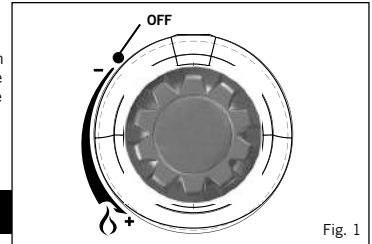

Fig. 1
- Vor dem Anschließen der Gaszufuhr prüfen Sie bitte zuerst, ob sich das Geräteventil in der Aus-Stellung befindet - drehen Sie den Kontrollregler vollständig im Uhrzeigersinn. (Siehe Abb. 1).
- Zum Anpassen an den Gasbehälter zuerst überprüfen, ob sich das Geräteventil in der Aus-Stellung befindet; drehen Sie dazu den Kontrollregler im Uhrzeigersinn, bis es nicht mehr geht (siehe Abb. 1). Achten Sie darauf, den Gasbehälter aufrecht zu halten, schrauben Sie dann den Behälter im Uhrzeigersinn auf das Ventil bis er fest sitzt - nur mit der Hand festziehen. Wird der Behälter zu fest angezogen, kann dies das Behälterventil beschädigen.